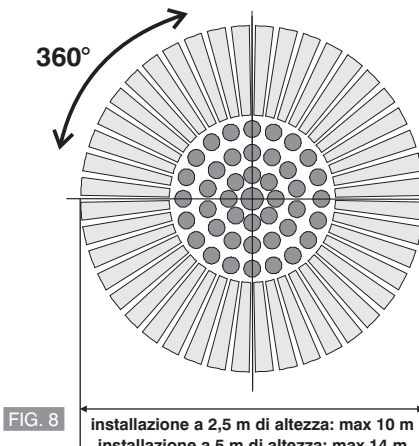

FIG. 8
- L'apparecchio ha un angolo di rilevamento di 360° e rileva movimenti in un diametro di 10 metri a un'altezza di montaggio di 2,5 metri o in un diametro di 14 metri a un'altezza di montaggio di 5 metri (fig. 8).
The unit has a sensing angle of 360° and can detect up to 10 meters diameter at the mounting height of 2,5 meters or 14 meters diameter at the mounting height of 5 meters (fig. 8).